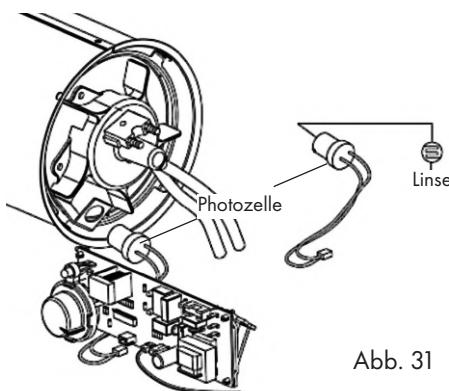

Abb. 31
- Entfernen Sie als erstes die obere Abdeckung (2) und den Lufteinlass (15), um Zugang zum Brennkammer zu erhalten.
- Zeihen Sie die Fotozelle aus, Siehe Abb. 31